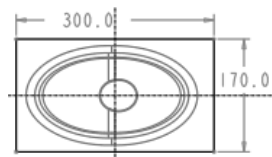

图 21.4 截面草图
(1) 选择命令。单击 **模具** 功能选项卡 **形状** 区域中的  按钮。
(2) 创建实体拉伸特征。
① 选取拉伸类型。在出现的操控板中，确认“实体”类型按钮  被按下。
② 定义草绘截面放置属性。在绘图区中右击，从系统弹出的快捷菜单中选择 **定义内部草绘...** 命令。选择 MAIN_PARTING_PLN 基准平面作为草绘平面，草绘平面的参考平面为 MOLD_RIGHT 基准平面，方位为 **右**；单击 **草绘** 按钮，系统至此进入截面草绘环境。
③ 绘制截面草图。进入截面草绘环境后，选取 MOLD_RIGHT 和 MOLD_FRONT 基准平面为草绘参考，截面草图如图 21.4 所示；完成特征截面的绘制后，单击“草绘”操控板中的“确定”按钮 。